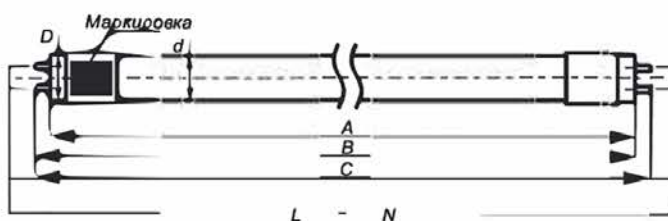

Рис. 1. Общий вид, основные размеры и схема подключения ламп
Начальные электрические и световые параметры ламп, общий вид, основные размеры, масса ламп, основные технические параметры и характеристики, а также схема подключения должны соответствовать параметрам, указанным на рис. 1 и в табл. 1.
1. Отключить осветительную установку от сети питания. 2. Демонтировать старую лампу из светильника. 3. Убедиться, что электрическая схема светильника (схема включения лампы), соответствует рис. 1. Изменить схему включения лампы при необходимости. 4. Установить новую лампу в светильник. 5. Подключить осветительную установку к сети питания.